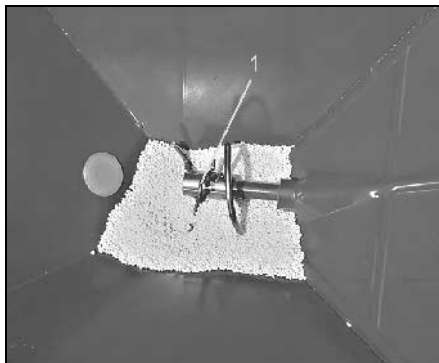

Fig. 36
- Omröraraxlarna är **skyddade** mot överbelastning av fjädersprintarna (Fig. 36/1).